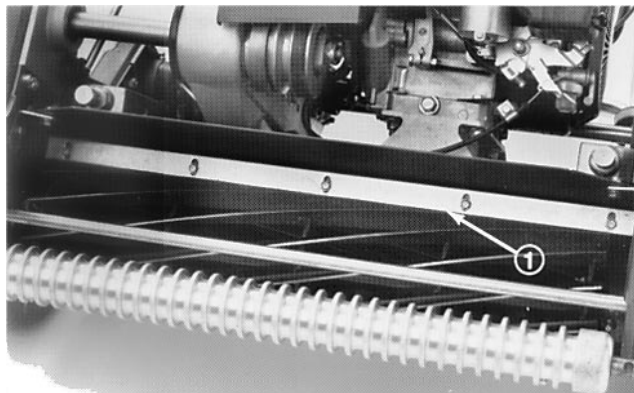

Fig. 10
1. Løsne skruene som holder øvre stang (fig. 10) til klippeenheten. Stikk et 1,5 mm følerblad mellom toppen av sylindren og stangen og trekk skruene til. Forviss deg om at det er like stor avstand mellom stangen og sylindren over hele lengden av sylindren.